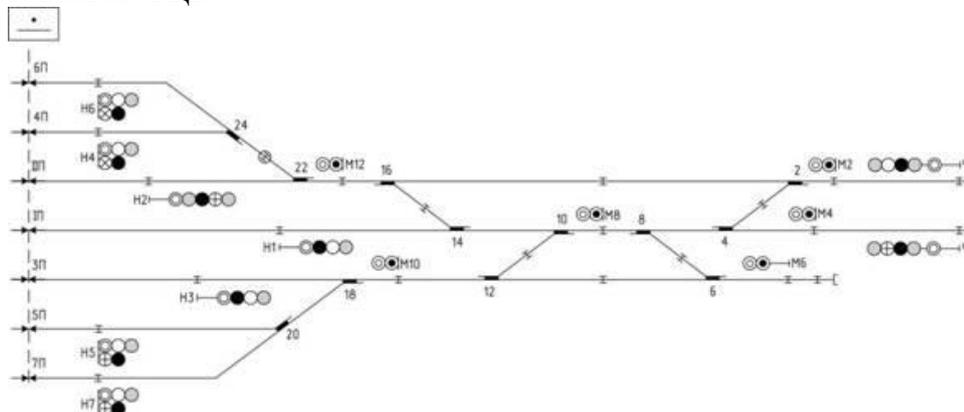

Рисунок 10 – Схематический план горловины станции
20. Дан схематический план горловины станции (Рис. 10). Определить ординаты напольных объектов. СЦБ.